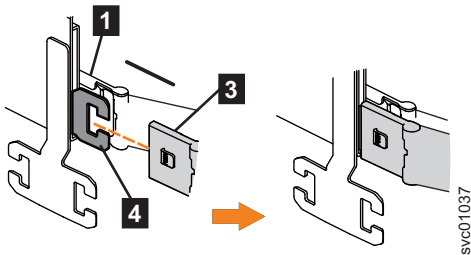

Figura 75. Instale o conector interno do CMA superior para o membro interno do trilho de suporte
3. Instale o conector interno do conjunto de CMA superior (**3**) no membro interno do trilho de suporte esquerdo (**4**), conforme mostrado em Figura 75.